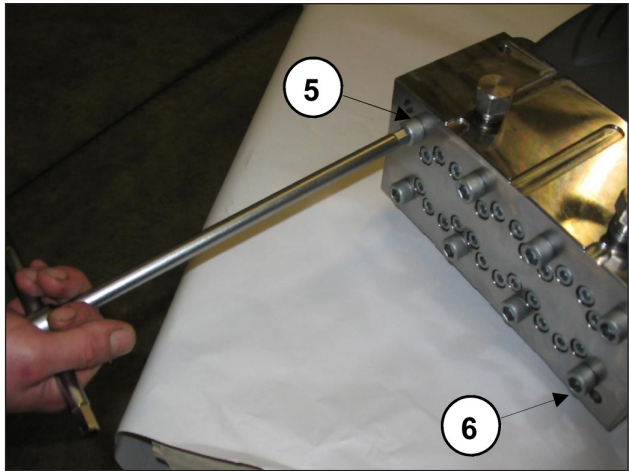
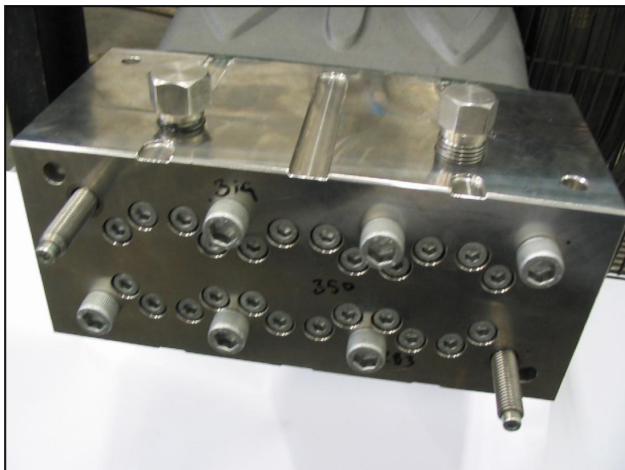

图 17
图 18
- 拧松5个和6个泵头固定螺钉M12x260，如图图 17所示，用两个伺服螺钉-插头替换它们，如图图 18所示。然后拆除剩余的螺钉。